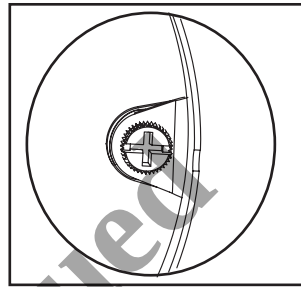
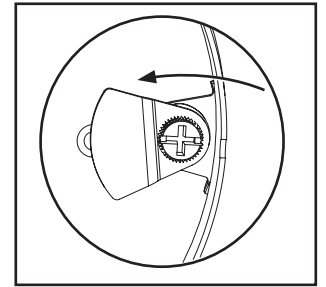

Figura 22.
Figura 23.
- Desenganche el gancho de sujeción (Figura 22.), girándolo más allá de las lengüetas (Figura 23.).